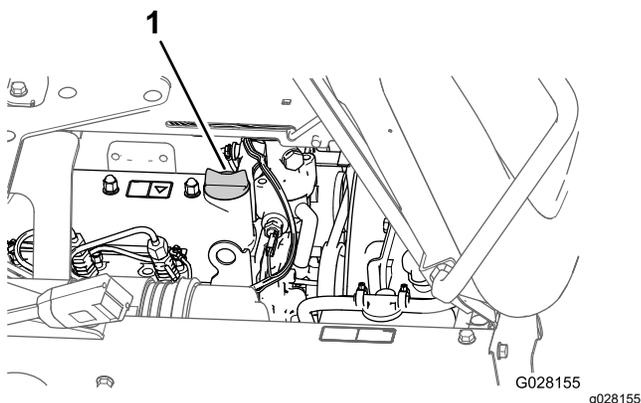

Рисунок 74
3. Если уровень масла низкий, снимите крышку заливной горловины с крышки клапана и залейте масло в заливную горловину до уровня отметки «Полный» на масломерном щупе (Рисунок 74).